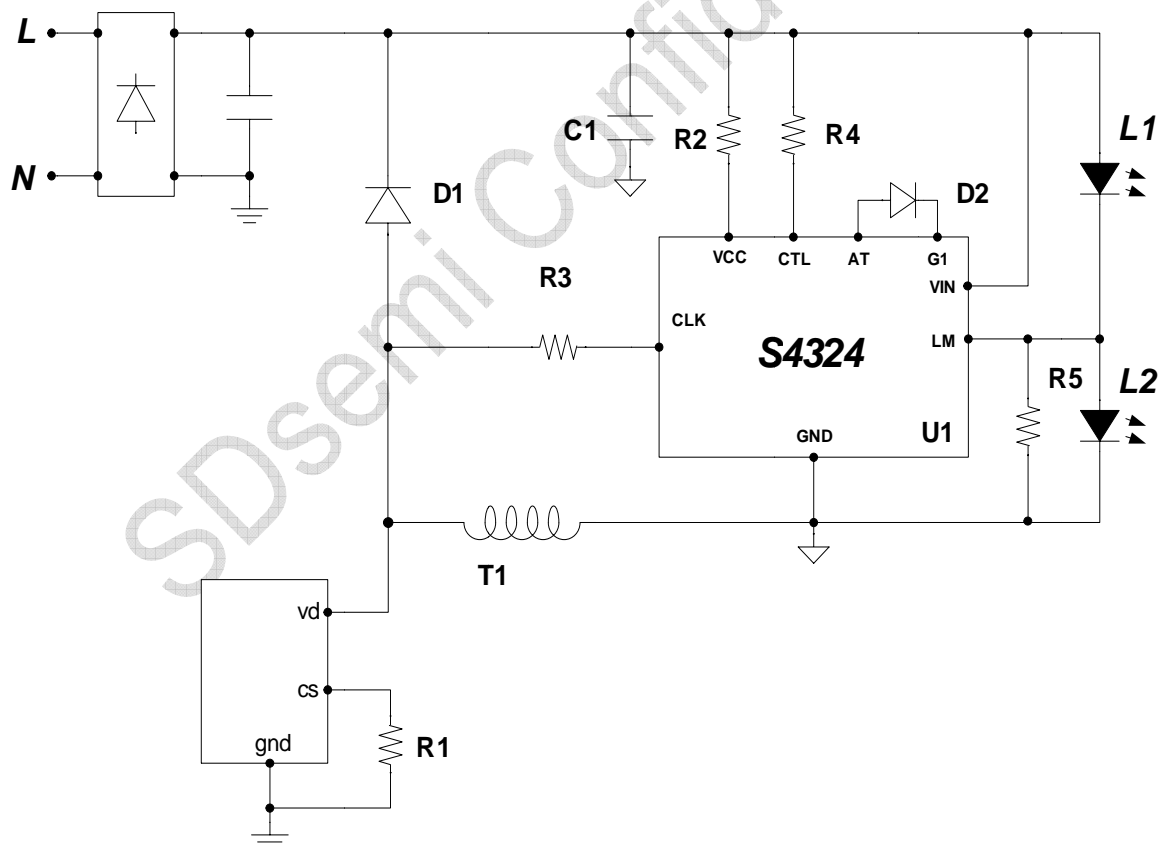

图1 S4324S典型应用图
S4324S 内置两个串联的开关管，内部框图所示的 K1 和 K2，其中 K1, K2 均为是耐压为 400V 的晶闸管。其驱动电流为 100 μ A 左右，最大导通电流 0.3A。如图 1 所示，R4 为开关管 K1, K2 的驱动电流的限制电阻。
- 3) 输出电容（即如图 1 所示的 C1）在允许